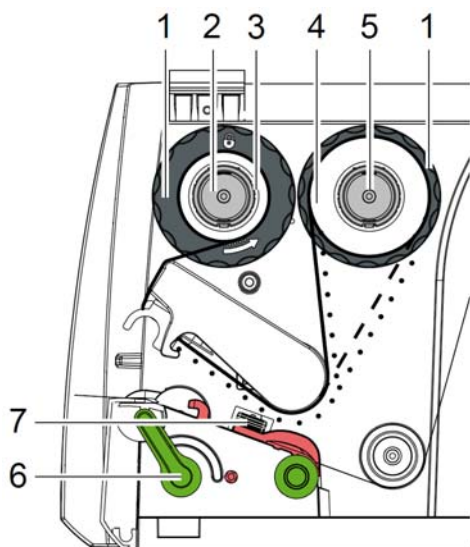
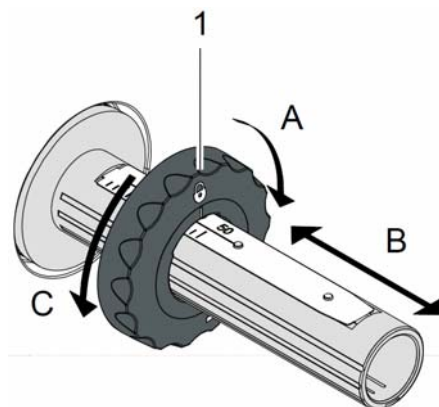

图 12 碳带安装路径
图 13 碳带固定环调整方式
3. 参考图13，调整碳带轴（图12的2与5）上的固定环（1）上的位置到适合碳带宽度位置：
6. 依图12的路径安装碳带，并注意内碳与外碳的方向是不同；